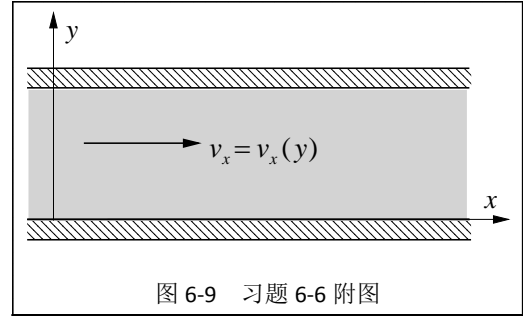

图 6-9 习题 6-6 附图
6-6 图 6-9 所示为两水平平壁间不可压缩流体一维稳态层流流动，流动沿 x 方向，所有参数沿 z 方向不变，即该问题为 x - y 平面问题。(1) 对直角坐标系一般形式的连续性方程和 N-S 方程进行简化，写出本问题的连续性方程和运动方程；(2) 证明 $\partial p / \partial x = \text{const}$ ；(3) 求速度分布（含积分常数）